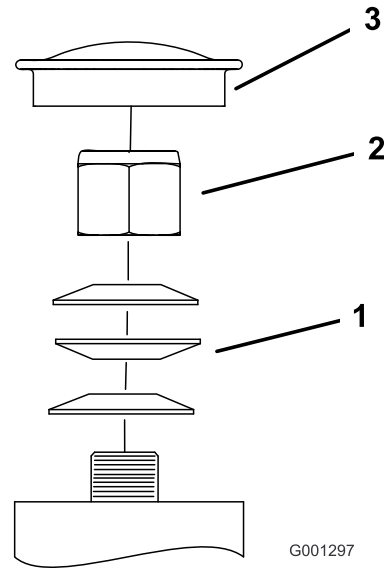

Figura 67
3. Retire el tapón guardapolvo de la rueda giratoria y apriete la contratuerca (Figura 67).
4. Apriete la contratuerca hasta que las arandelas elásticas estén planas, luego afloje la contratuerca $\frac{1}{4}$ de vuelta para establecer la pre-carga correcta de los cojinetes (Figura 67).
Importante: Asegúrese de que las arandelas elásticas están correctamente instaladas, como se muestra en la Figura 67.
5. Coloque el tapón guardapolvo (Figura 67).